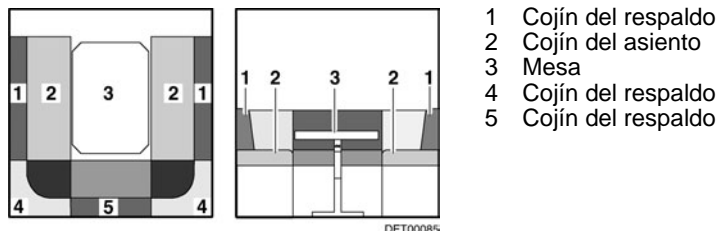

Fig. 65 Antes de la transformación
- Transformar la mesa (Fig. 65,3) en base de cama (véase apartado 7.7).